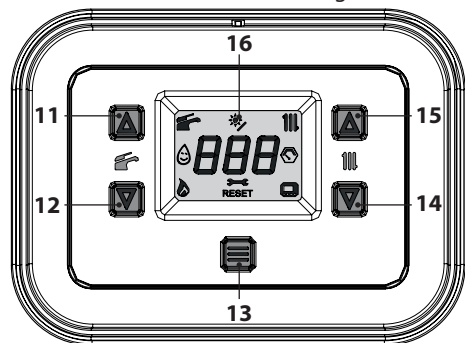
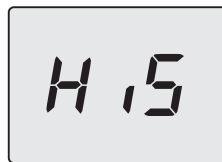

Figura 7.8
Figura 7.9
- Entrare in "modalità programmazione" premendo contemporaneamente per 5 secondi i tasti 12 e 14 (Figura 7.8) fino a far apparire sul display LCD le lettere **HiS** che indicano il menu "Storico delle caldaia" (Figura 7.9).
- Premere il tasto 13 (Figura 7.8) fino a far apparire sul display LCD le lettere **StF** (Start Full) che si alterna con **34** (valore della calibrazione) (Figura 7.11).
- tenere premuti contemporaneamente i tasti 12 e 14 per 5 sec. (Figura 7.8) (ritorno al livello precedente).